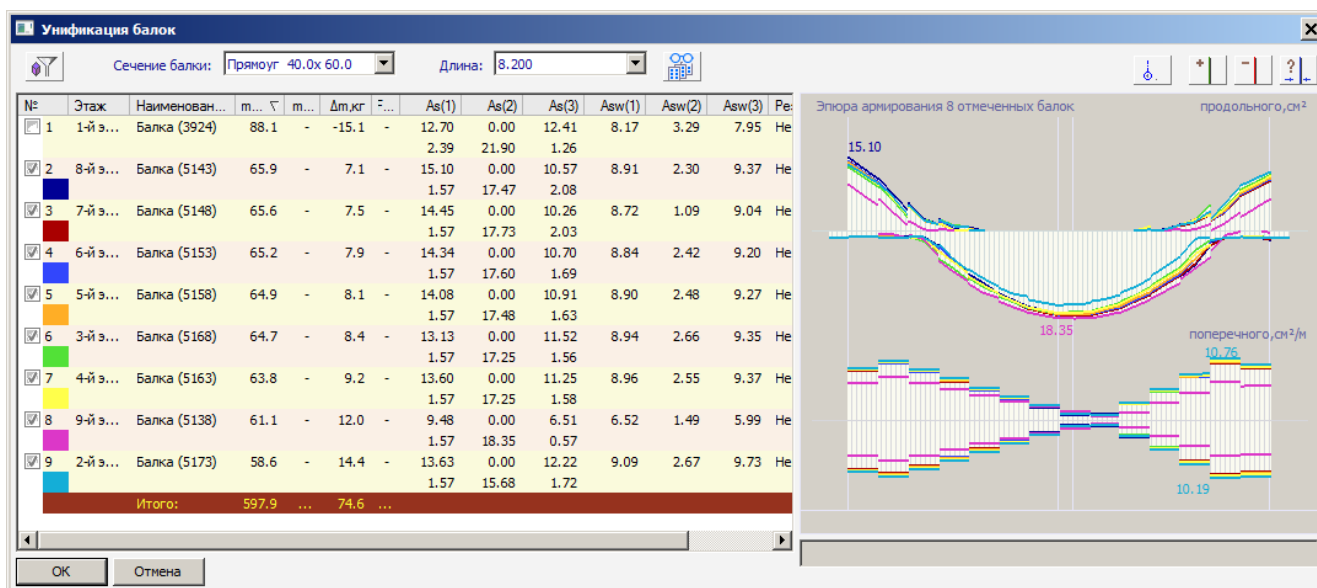

Рис.7.25. Диалоговое окно **Унификация балок**
- Отметьте флажками балки со 2-й по 9-ю (рис.7.25) и создайте для них марку **Бм-2** способом, описанным выше.